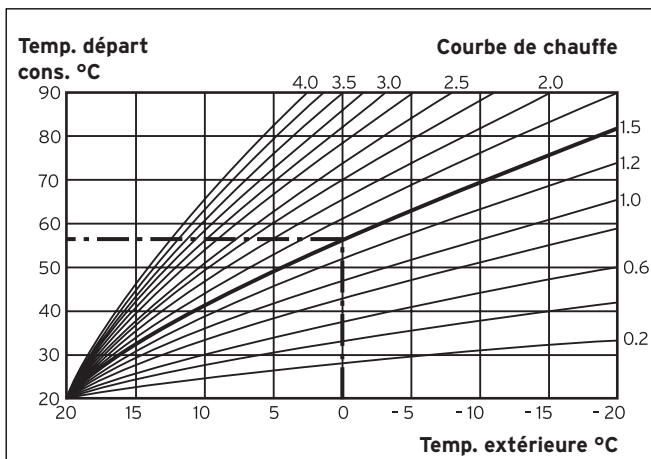

Fig. 4.15 Diagramme des courbes de chauffage pour une température ambiante de consigne de 20 °C
*La relation entre la température extérieure et la température de départ du chauffage nécessaire est représentée dans un diagramme comprenant différentes courbes de chauffage (voir fig. 4.15). Chaque courbe de chauffage (de 0.2 - 4.0) associe à une température extérieure (axe des abscisses) une valeur de température de départ de chauffage (axe des ordonnées).*
⇒ Tourner le sélecteur droit jusqu'à ce que la valeur souhaitée apparaisse (les valeurs comprises entre 0.2 et 4.0 sont possibles, voir fig. 4.15).